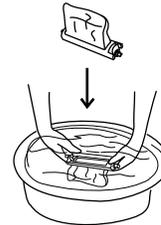

Figura 2
2. Remueva la pelusa del filtro. Coloque el filtro en agua y remueva la pelusa mientras está mojada (figura 2).